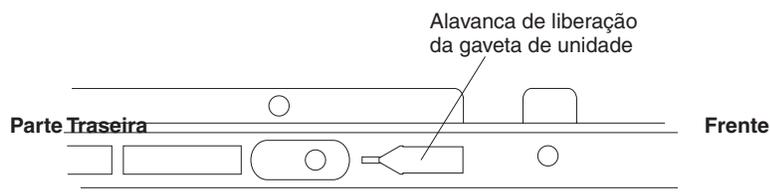

Figura 86. Alavanca de liberação da gaveta de unidade na lateral da gaveta de unidade
- d. Deslize a alavanca de liberação da gaveta de unidade (consulte a Figura 86) em ambos os lados da gaveta de unidade em sua direção e remova a gaveta de unidade do gabinete.